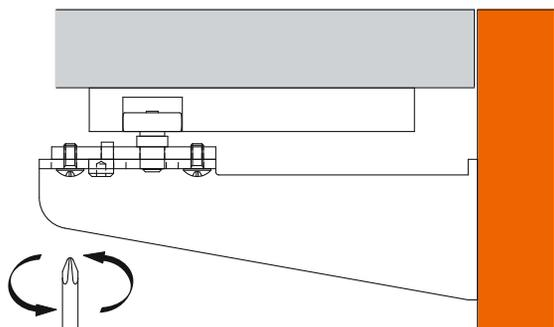

fig. 212
- A) allentare le due viti di fissaggio della piastra orizzontale con un cacciavite a stella (vedi fig. 212)
- A) loosen the two locking screws on the horizontal plate through a star screwdriver (see fig. 212)
- A) die Befestigungsschrauben der waagerechten Platte mit einem Kreuzschlitzschraubenzieher lockern (s. Bild 212)